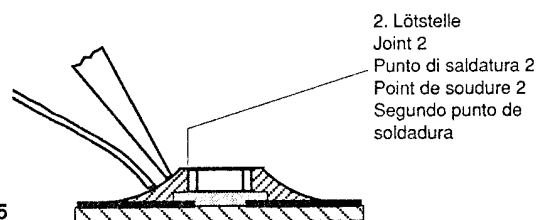

Fig. 5
5. Schritt: Freie Seite löten. Nach dem Erkalten die erste Lötstelle nochmals nachlöten (Fig. 5).
5. Saldare la superfici di contatto libera e, dopo che questa si è raffreddata, saldare nuovamente la superfici opposta (Fig. 5).
5. step: Solder the free end of the CHIP and resolder the first soldering point after it has cooled (Fig. 5).
5. Effectuer la même opération pour l'autre côté. Terminer la première soudure (Fig. 5).
- Quinto paso: Soldar la parte libre y, después enfriarse, soldar también la parte opuesta (Fig. 5).